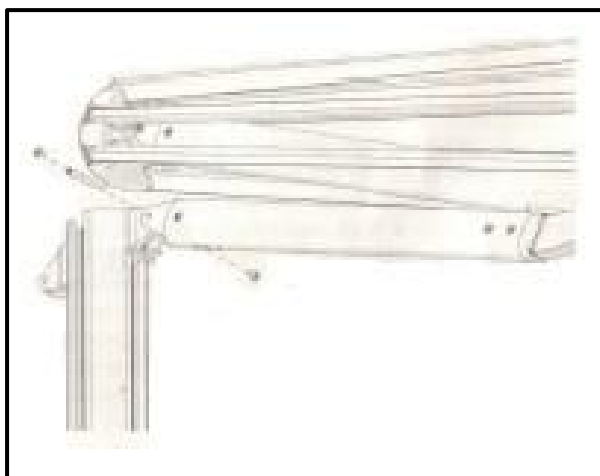

図.3
- ① 支柱 (A) 上部にパラソル (B) を持ち上げて、円柱金属ネジ筒 (c) を穴に通して 4mm 六角棒レンチ (f) で丸型ネジ (e) を締めます。(図.3)